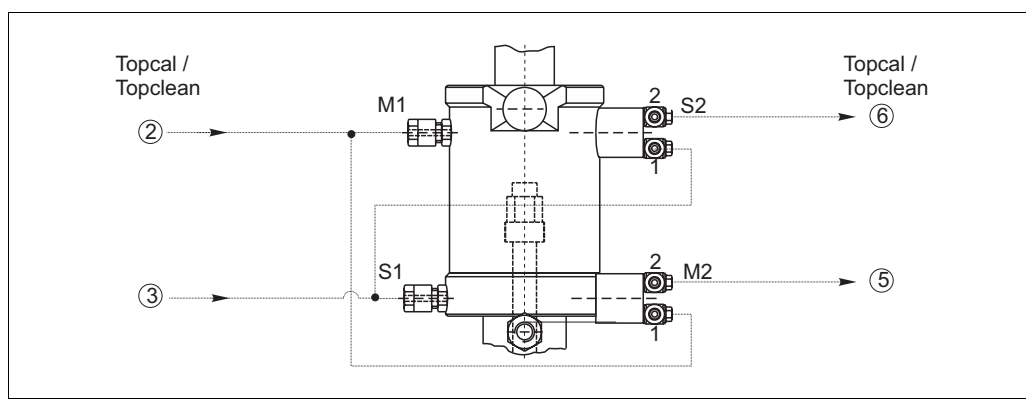

Fig. 11: Conexiones neumáticas e interruptores de posición límite neumáticos (1=entrada, 2=salida)
1. Conecte la línea de alimentación del aire comprimido a la posición de "Medición" del portasondas (Topcal/Topclean: tubo núm. ②) a la conexión neumática superior G 1/8 (Fig. 11).
2. Además, conecte la línea de alimentación de aire comprimido núm. ② a la entrada (1) del interruptor de posición límite inferior (M2, mediante una pieza en T). Este conmutador de posición límite proporciona la señal de control de la posición de "Medición" del portasondas.
3. Cuando se alcanza la posición de "Medición", el aire que llega por la entrada M2 (1) es obligado a pasar y puede ser detectado en la salida M2 (2) (Topcal/ Topclean: conecte el tubo ⑤ a la salida del interruptor de posición límite).
4. Conecte la línea de alimentación del aire comprimido a la posición de "Servicio" del portasondas (Topcal/Topclean: tubo núm. ③) a la conexión neumática inferior G 1/8.
5. Además, conecte la línea de alimentación de aire comprimido núm. ③ a la entrada (1) del interruptor de posición límite superior (S2, mediante una pieza en T). Este conmutador de posición límite proporciona la señal de control de la posición de "Servicio" del portasondas.
6. Cuando se alcanza la posición de "Servicio", se obliga a pasar al aire que llega por la entrada S2 (1) y puede ser detectado en la salida S2 (2) (Topcal/ Topclean: tubo núm. ⑥).